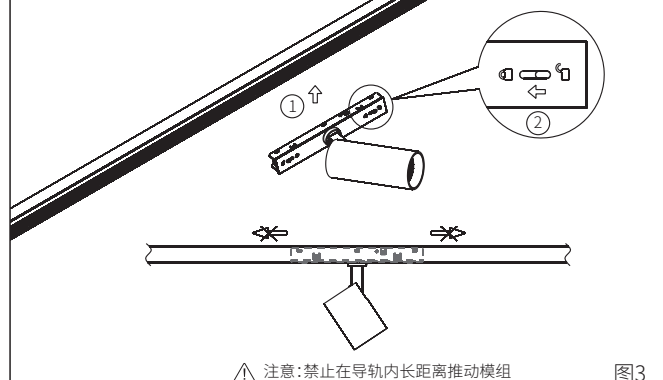

图3
3.将导电接头线接到DC24V驱动电源上(Max.150W)，如图3所示；
如图3所示。